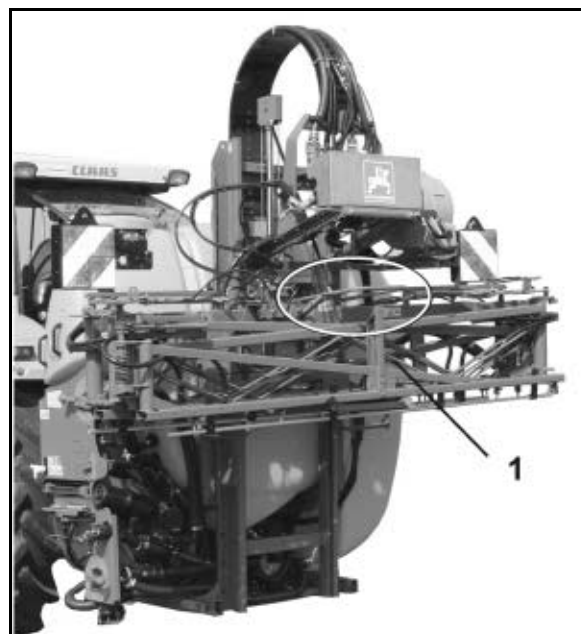

Fig. 41
2. Bruk høydejusteringen og heis den sammenfoldete bommen så høyt at den automatiske transportsikringen (Fig. 41/1) løser ut den sammenfoldete bommen (høydenivå ca. 2/3 av lengden på bomoppheget).
Fig. 41 viser **frigjort** transportsikring.